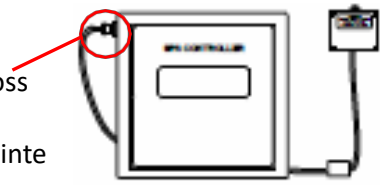

Bild 2
1. Slå AV strömbrytaren till spabadet. DRÄNERA BADET. Koppla loss CLEARARRAY-systemet från kontrollenheten, bild 2.